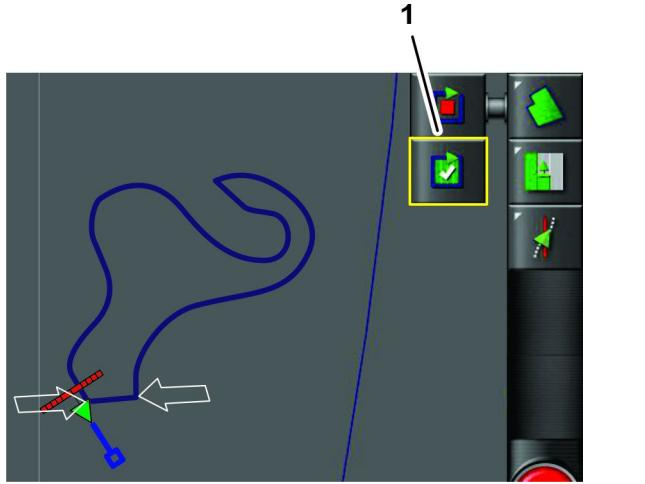

Figura 45
- Premete l'icona COMPLETA REGISTRAZIONE DEL CONFINE DEL CAMPO (Figura 45).